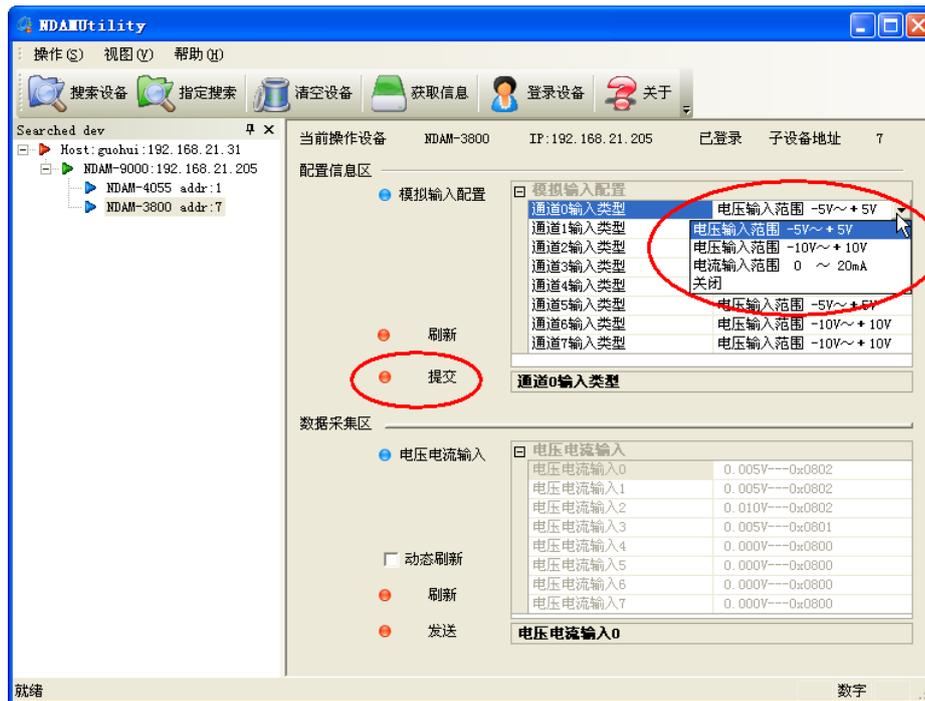

图 3.6 配置窗口操作
- 5) 配置窗口的操作如图 3.6 所示。根据实际要测量信号的类型和范围选中各通道的配置类型，然后点击“提交”。